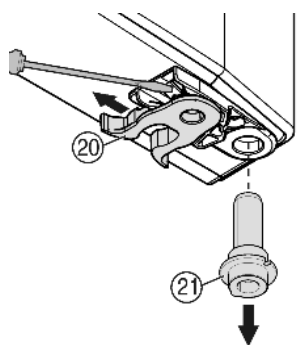

Fig. 9
- ▶ Flytt fjærklemmen Fig. 9 (20) over til den andre siden: Press låsetappen ned, trekk fjærklemmen av over den.
- ▶ Trekk lagerbolten Fig. 9 (21) ut av dørhylsen, og sett den inn på motsatt side sammen med underlags-skiven. Låsetappen må peke mot dørens innside, sporet mot utsiden.
- ▶ Sving døren inn nede, og sett lagerbolten Fig. 9 (21) inn i lagerbukken. Drei ev. på lagerbolten, slik at den kan klikke på plass.